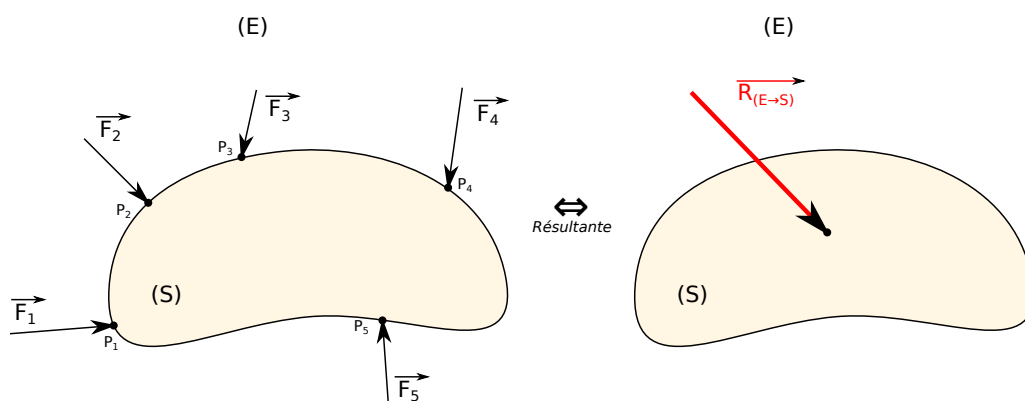

FIGURE 1 – Résultante des actions mécaniques.
Soit un corps S subissant de la part d'un ensemble (E) une action mécanique modélisée localement par " n " forces $\vec{F}_{i(E \rightarrow S)}$ de points d'application P_i (fig. 1). On définit alors le vecteur suivant :
Soit un corps S subissant de la part d'un ensemble (E) une action mécanique modélisée localement par " n " forces $\vec{F}_{i(E \rightarrow S)}$, de points d'application P_i (fig. 1). On appelle **moment résultant en A de la résultante $\vec{F}_i$** , le vecteur